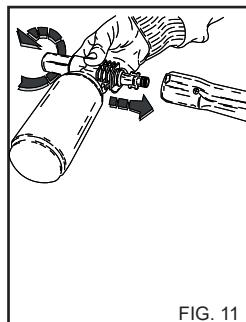

FIG. 11
2) Tag forlængerstykket af håndgrebet og sæt rengøringsmiddelsprøjtesættet (fig. 11) ind; start rengøringsmaskinen og kom væske på den overflade, der skal renses. Begynd nedefra og fortsæt i opadgående retning. Hvis maskinen er udstyret med opslugning af rengøringsmiddel, skal man åbne for doseringshanen (Fig. 5B) og flytte dysen fremad. Lad virke et par minutter.